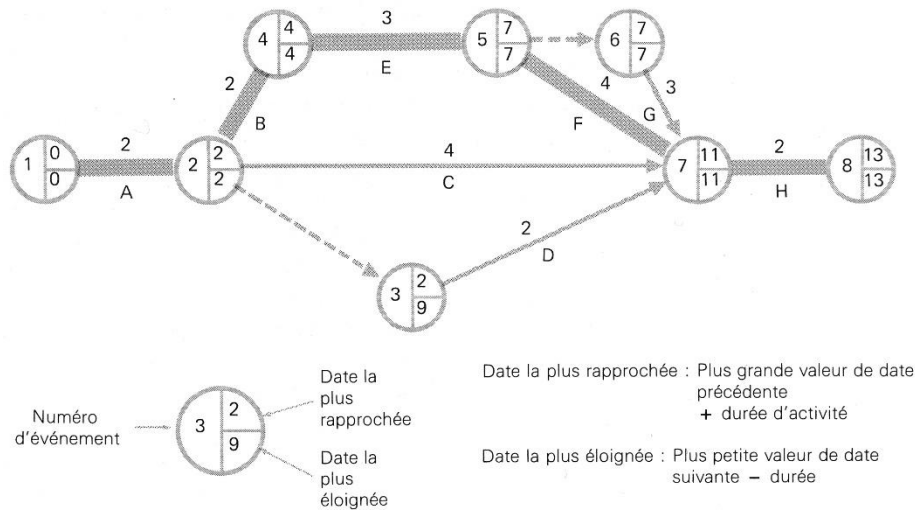

Figure 5 Temps d'activités dans le diagramme de PERT
Le diagramme de PERT présente tout son intérêt au moment de la planification et de la conception d'un projet. La grille étant terminée, on l'étudie pour déterminer le chemin critique, c'est-à-dire le parcours du début à la fin du projet, sur lequel le temps total nécessaire sera le plus long (présenté en gras à la figure 5). Si les activités de ce chemin ne sont pas terminées à temps, tout le projet sera retardé. On doit donc porter une attention particulière à ces activités.
Avant de créer un diagramme de PERT pour un projet de système d'information, il faut identifier les tâches et les temps d'exécution associés à chaque activité. Le temps de chaque activité représente la durée. Ensuite, il faut dresser la liste des activités en soulignant la place de certaines tâches devant en précéder d'autres et de certaines activités pouvant se dérouler simultanément. Cette information apparaît dans le diagramme de la figure 5 : les lignes représentent les activités de A à H et le chiffre sur chaque ligne est le nombre de semaines prévu par le chef de projet pour cette activité (c'est-à-dire sa durée). La longueur des lignes n'a pas d'importance.
Dans cet exemple, les événements 2-4, 2-7 et 2-3 ne peuvent pas commencer avant la fin de la tâche A, comme l'indique la position des événements sur la grille. La ligne pointillée qui relie les événements 2 et 3 a une signification spéciale. Aucune notion de temps n'est associée à la ligne pointillée et aucune identification de tâche (lettre ou nom) ne lui est attribuée. Lorsqu'il y a une dépendance entre deux événements, sans utilisation de temps ni de ressource, c'est une *activité fictive*. Avant que la tâche D de la figure 5 ne puisse commencer, l'événement 2 doit être terminé. De même, l'événement 5 doit avoir lieu avant que l'activité G ne soit entreprise. Les activités fictives permettent par conséquent de relier des activités parallèles. (Les activités C et D peuvent se produire en parallèle.)
Comme l'événement 7 ne peut pas commencer tant que les événements précédents ne sont pas achevés, nous nous intéressons au plus grand facteur de temps, 11 dans ce cas. La figure 5 présente les ET pour toute la grille. Une notation fréquente présente le ET (*earliest time* = date la plus rapprochée) dans la partie supérieure droite du noeud et le LT (*latest time* = date la plus éloignée) dans la partie inférieure droite.
La date la plus éloignée (LT) représente la date limite à laquelle l'événement peut débuter *sans retarder* le projet. Pour déterminer cette date, il faut reculer dans la grille, à partir de la droite. La date la plus éloignée est la plus *petite différence entre le LT du dernier événement moins la durée de l'activité*. Par exemple, pour déterminer le LT de l'événement 7, le LT du noeud suivant, chiffre 8 dans la figure 5, présente la valeur 13. En soustrayant la durée, la date la plus éloignée est :  $13 - 2 = 11$ . Le nombre en bas et à droite du noeud 7 est 11.
La figure 5 présente le chemin critique en gras. Il a été obtenu en reliant les noeuds dont les ET et les LT sont égaux, ce qui signifie qu'aucun changement ou déviation n'est toléré. Autrement dit, il n'y a pas de *temps de battement*.